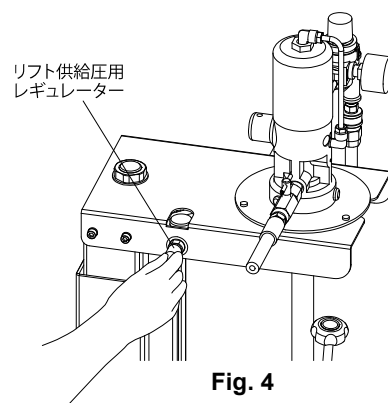

Fig. 4
- 4) リフト供給圧用レギュレーターのツマミを徐々に右（時計方向）に回し、圧力計の指針を 0.4~0.5 MPa にセットしてください。（Fig. 4）